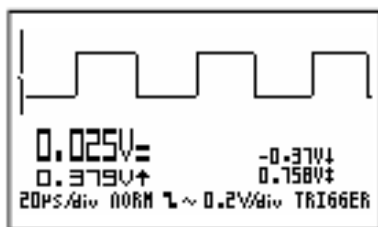

Fig 53
- 'norm' = trigger normale (fig 53).